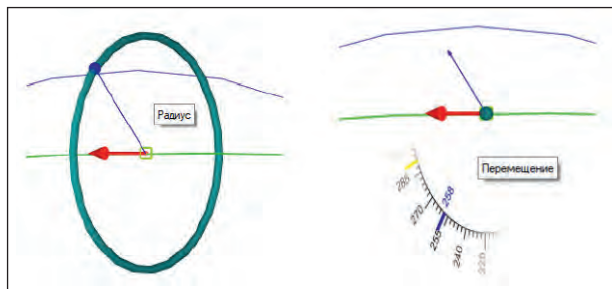

Рис. 26. Новые манипуляторы для задания параметров 3D-узла
**На пути.** Добавлены манипуляторы, которые позволяют задать положение 3D-узла в цилиндрической системе координат, ось которой направлена по касательной к пути (рис. 26).